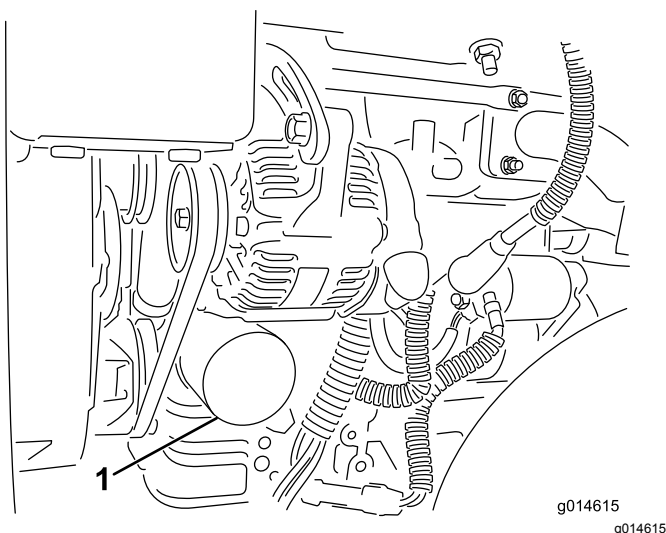

Рисунок 29
2. Снимите масляный фильтр (Рисунок 29). Нанесите тонкий слой чистого масла на прокладку нового фильтра.